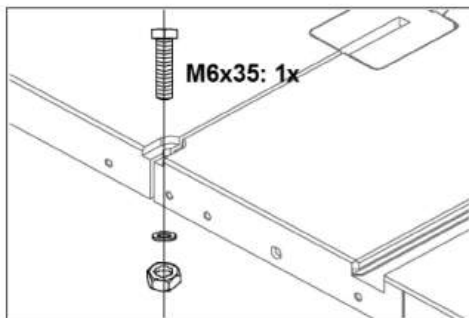

Рис. 11
- Закрепите болт М6х40 с двумя шайбами и гайкой на столе (рис. 11).